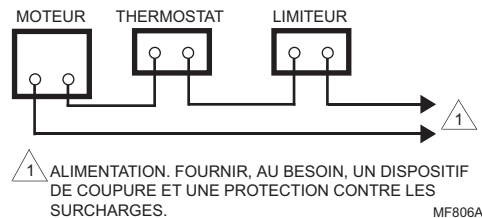
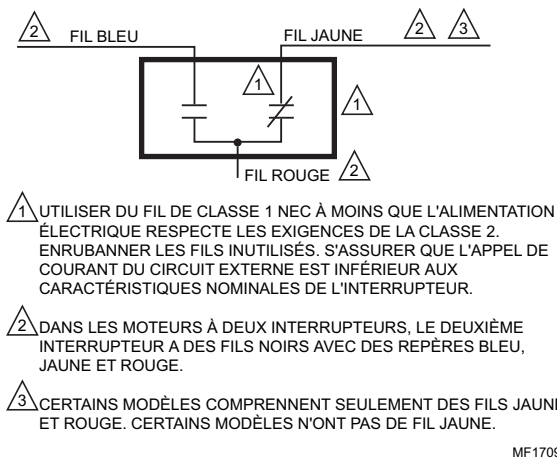

Fig. 6. Raccordement d'un servomoteur de série 41.
Fig. 12. Schéma de l'interrupteur auxiliaire.
Voir aux Fig. 6 à 10 des schémas de raccordement types et à la Fig. 12, le raccordement des interrupteurs auxiliaires internes.
Voir le schéma de raccordement des interrupteurs auxiliaires à la Figure 12.
- Voir la Fig. 12 (ou les directives d'installation de l'interrupteur auxiliaire) pour savoir comment raccorder l'interrupteur auxiliaire.